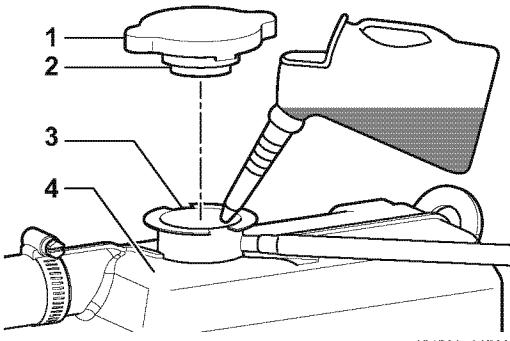

Figura 11
4. Vierta refrigerante lentamente en el tanque del refrigerante / intercambiador de calor (**Figura 11, (4)**) para evitar burbujas de aire. Deténgase cuando el refrigerante rebose por la boca de llenado.
5. Alinee las pestañas de la tapa de llenado (**Figura 11, (1)**) con las muescas del puerto de llenado (**Figura 11, (3)**) y apriete la tapa de llenado (**Figura 11, (2)**).